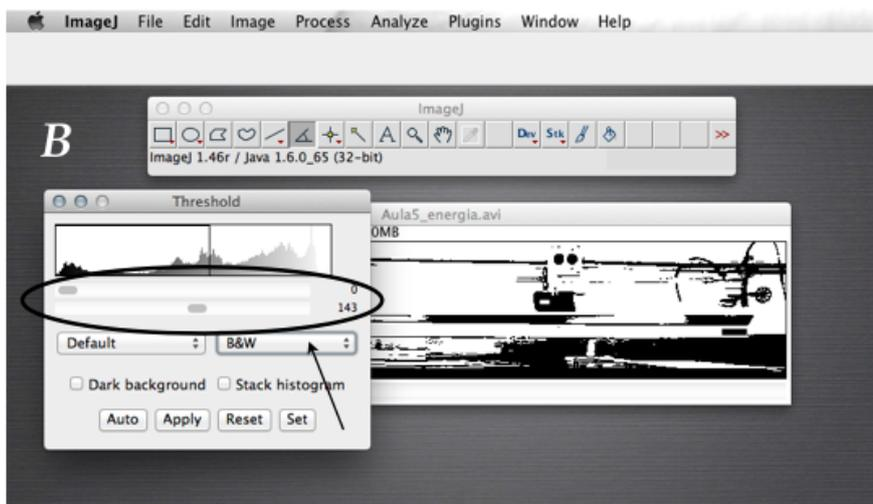
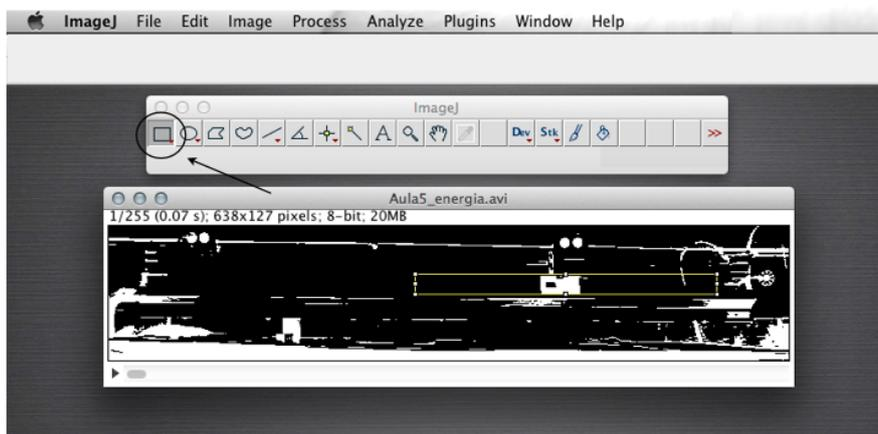

Figura E.10: ImageJ: ajuste do limiar.
Figura E.11: ImageJ: seleção da região de movimento do carrinho.
7. O próximo passo é na mesma janela (“Threshold”) e consiste de ajustar os valores do limiar inferior e superior (ver Figura E.10) para que a imagem fique com o carrinho branco e a marca sobre ele em preto (ver Figura E.11). Esta marca (agora) preta é a referência que o programa vai utilizar para poder determinar a posição do carrinho. Passe o filme para verificar que isto é verificado para todos os quadros. Considerar que é muito importante que a referência preta sempre fique rodeada por uma região branca correspondente ao carrinho.
8. A região retangular onde a referência preta sobre o carrinho vai se movimentar deve ser selecionada. Para isto, escolha o botão de seleção “Retangular” (circulo na Figura E.11), que fica na barra de ferramentas do programa ImageJ e movimente o cursor para marcar sobre a imagem a região desejada, como se mostra na Figura E.11. O retângulo amarelo deve ser o menor possível sempre tendo em conta que a referência preta nunca encoste neste. Passe o filme e verifique que isto não acontece e que dentro deste retângulo a referência preta sempre fica rodeada de branco e é a única região com estas características.